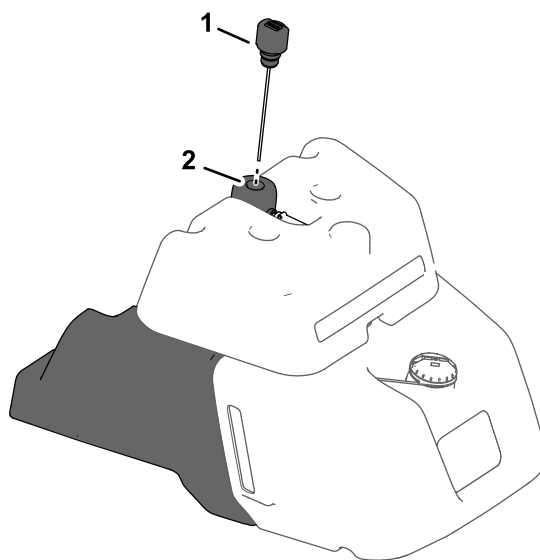

Figura 35
- Se la vostra macchina è dotata di un indicatore del carburante nella parte laterale del serbatoio del carburante, individuate l'asta di livello per l'impianto idraulico nella parte superiore del serbatoio idraulico (Figura 35) e procedete al passaggio 5.